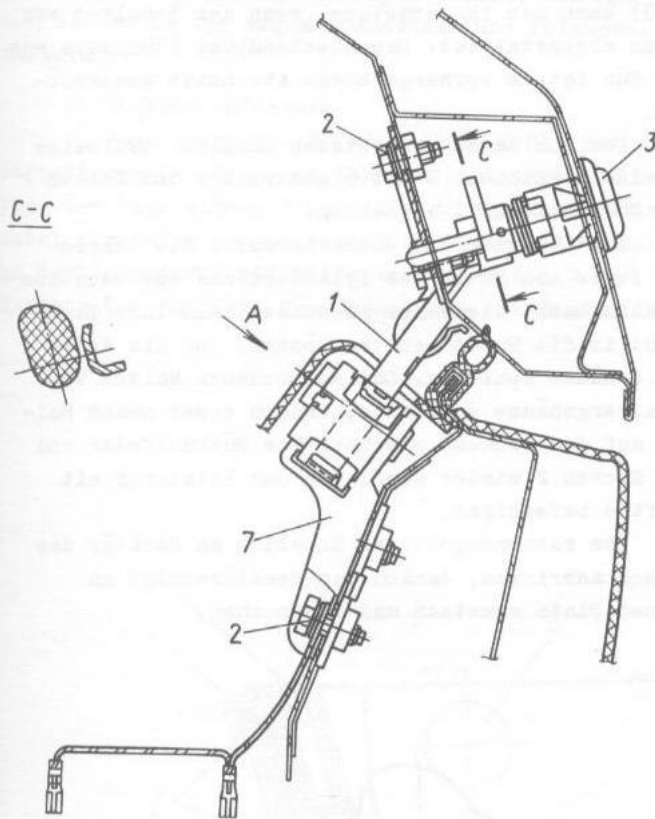

Bild 8-21. Einsatz von Schloß, Falle und Schalter des Schlosses der Hecktür:
2. Drei Schrauben 2 (Bild 8-21) zur Befestigung des Schlosses an der Tür losdrehen.
1. Schloß 1 (siehe Bild 8-21) der Hecktür abnehmen, dazu drei Befestigungsschrauben 2 desselben losdrehen.
9. Hecktürschloß 1 (siehe Bild 8-21) an seinem Platz einsetzen und mit drei Schrauben 2 befestigen, dabei darauf achten, daß das vordere Ende des Schalternockens unbedingt mit der Bohrung im Schloß übereinstimmt.
2. Zwei Schrauben 2 (siehe Bild 8-21) zur Befestigung der Falle an Karosserie losdrehen, den Rand der Verkleidung 4 des Kofferraums anheben und dabei die Falle herausnehmen. Die Verkleidung wird an der Karosserie mit Hilfe von Schrauben 5 und Muttern 6 befestigt. Zum Freimachen des Randes der